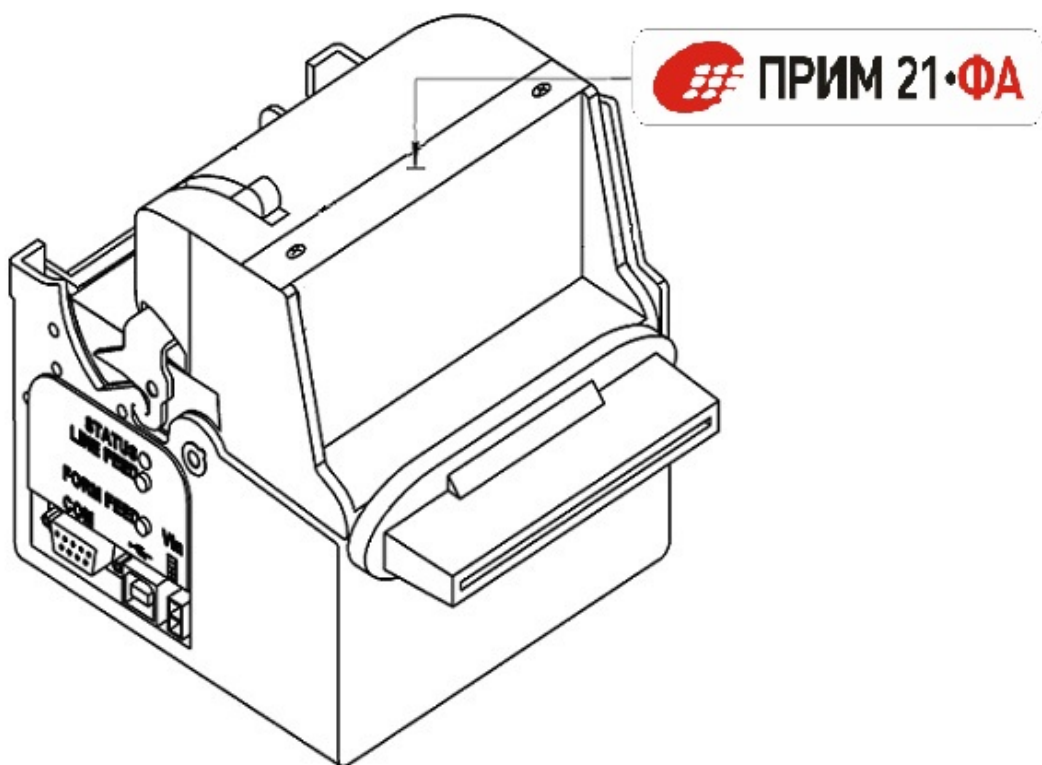

Рисунок 4.1 – Установка наклейки на верхней поверхности ККМ
4.2 Установить на принтер наклейку «ПРИМ 21-ФА» ДШС8.803.442-03 и наклейку с заводским номером (см. рисунок 4.1), очистив поверхность от клеящего материала.